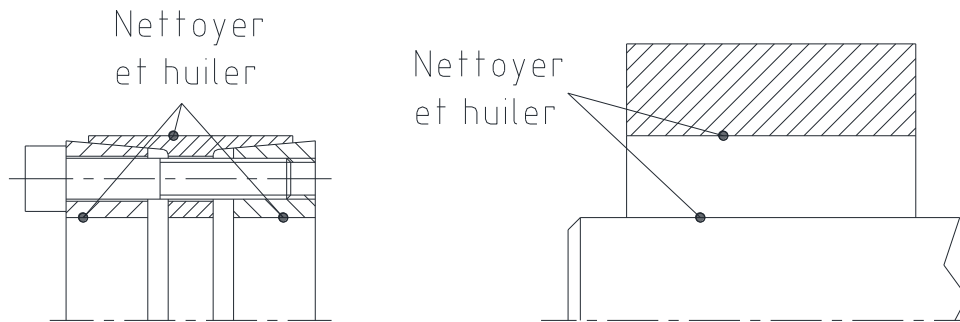

Fig. 5 : Nettoyer et huiler
- Nettoyer les surfaces de la frette de serrage selon fig. 5 ainsi que de l'arbre et du moyeu et ensuite appliquer une fine couche d'huile (huile Ballistol ou Klüber Quietsch-Ex).